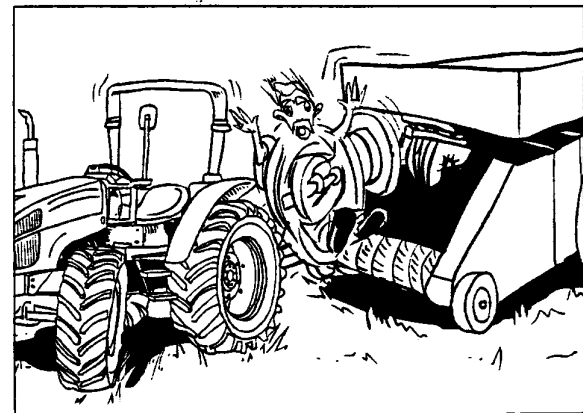

Fig.2-33
- Antes de conectar, desconectar, limpiar o regular aperos remolcados por la toma de fuerza, desconecte la toma de fuerza, pare el motor, quite la llave y controle que el eje de la Toma de Fuerza esté bloqueado (Fig. 2-33).